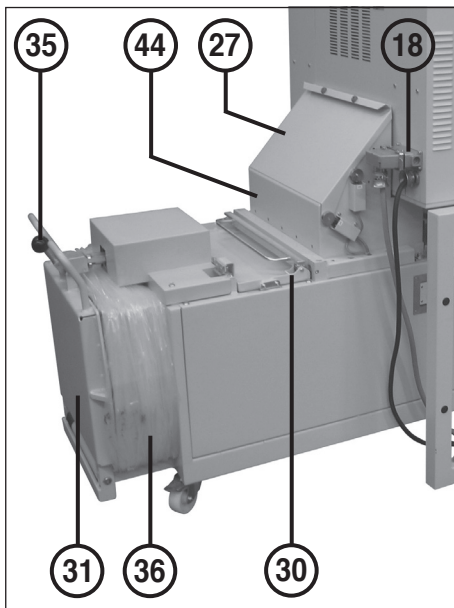

Fig. 2
L'impianto viene disinserito per mezzo dello sportello di copertura (27) sollevato (aperto) (fig. 2), quando la camera all'interno della tramoggia (44) (fig. 2) per un ristagno nell'apertura di riempimento del compattatore è completamente riempita di materiale trinciato. **Lampeggia** la spia di controllo (13) "Ristagno in uscita".
a) l'interruttore principale (1) è inserito,
b) l'interruttore di bloccaggio (2) è sbloccato,
c) il listello di arresto d'emergenza (14) è tirato,
d) l'azionatore del bloccaggio di finecorsa (19) sul comprimitore è innestato (fig. 2) e **Lampeggia** (non pronto a funzionare), con l'interruttore principale inserito, quando
a) l'interruttore di bloccaggio (2) è bloccato, o
b) il listello di arresto d'emergenza (14) è premuto o
c) l'azionatore del bloccaggio di finecorsa (19) sul comprimitore **non** è innestato sul finecorsa del comprimitore o.